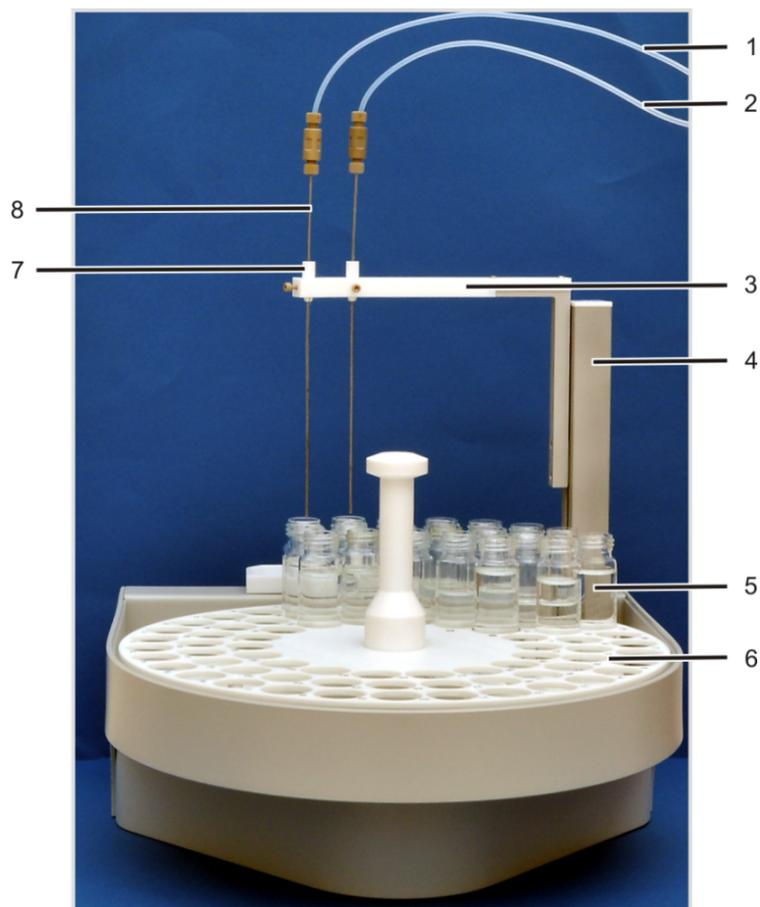

Fig. 32 Conception du distributeur d'échantillon AS vario
- ▶ Pour les mesures NPOC avec évacuation parallèle : Insérer chacune des canules dans une douille dans les deux emplacements du porte-canule (Fig. 32 ☞ 53).